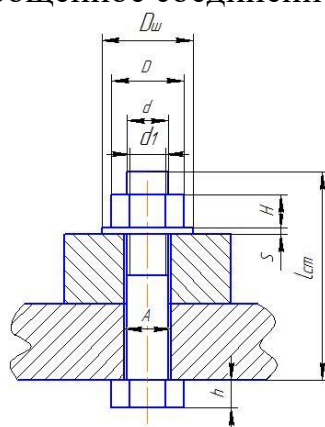

Рисунок 1 – Упрощенное соединение болтом
Для выполнения соединений резьбой необходимо знать несколько исходных данных: d – диаметр стержня, P – шаг резьбы, n – толщина одной детали, m – толщина второй детали. Остальные размеры находятся по условным соотношениям (смотри рисунок 1):
5. По расчетам выполняем упрощенное соединение болтом (смотри рисунок 1)